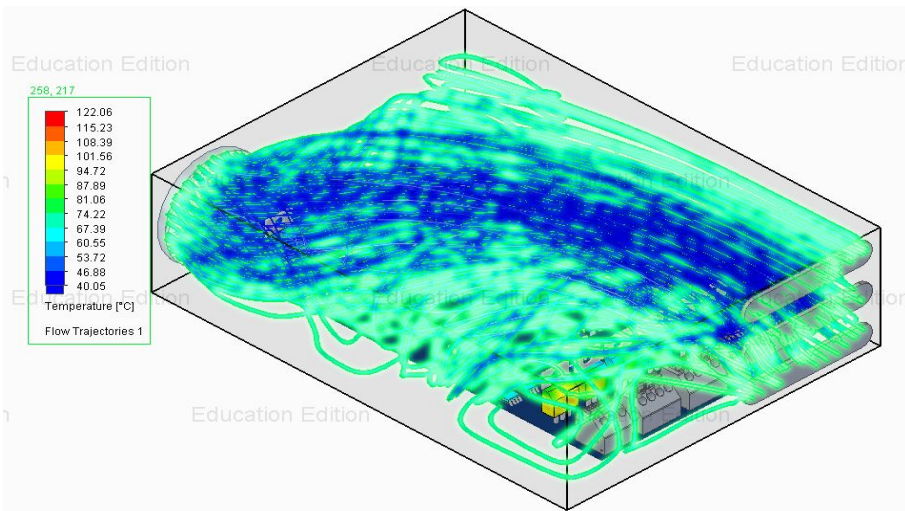

Рис. 2.177. Воздушный поток через корпус при моделировании на скорости 7 км/ч с естественным охлаждением
2) Расход воздуха составляет 12,5 кг/с. Максимальная температура силовых ключей согласно результатам моделирования составляет 122°C. На рис. 2.177 представлен поток воздуха через корпус.